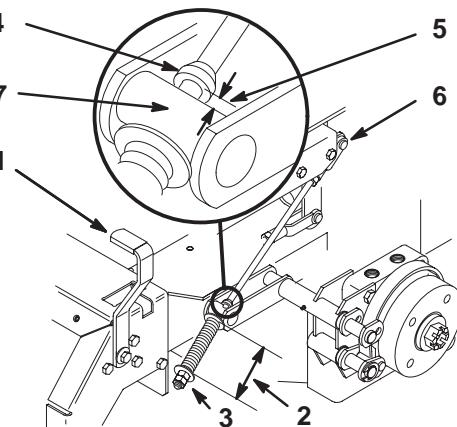

Figure 55
2. Mesurez la longueur du ressort. Les rondelles doivent être distantes de 70 mm (2-3/4") (Fig. 55).
3. Si un réglage est requis, desserrez l'écrou de blocage situé sous le ressort et serrez l'écrou directement au-dessous de la chape (Fig. 55). Vissez l'écrou jusqu'à ce que le ressort ait la longueur voulue. Serrez les deux écrous ensemble et répétez la procédure de l'autre côté de la machine.
6. Mesurez la distance entre le galet de tourillon et le collier sur la tige de frein. Elle doit être comprise entre 5 et 7 mm (3/16 et 1/4") (Fig. 55).
7. Si un réglage est requis, desserrez l'écrou de blocage situé juste au-dessous de la chape. Tournez les écrous de réglage inférieurs jusqu'à obtention de l'écart voulu (Fig. 55). Serrez l'écrou de blocage sur la chape.